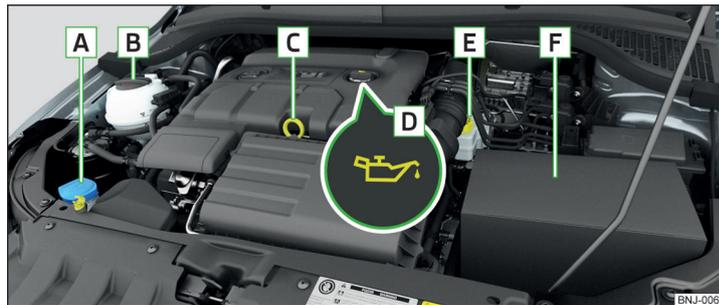

Abb. 166 Prinzipdarstellung: Motorraum
Anordnung im Motorraum » Abb. 166
- Den Deckel der Motoröleinfüllöffnung abschrauben » Abb. 166 auf Seite 156.